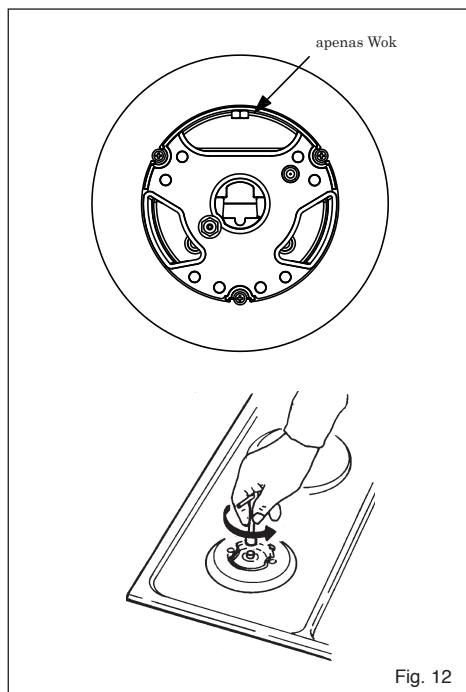

Fig. 12
Adaptação a diversos tipos de gás (Fig. 12)
- substitua os bicos (Fig.12) com outros próprios ao tipo de gás que utilizar (veja a tabela relativa às “Características das peças a utilizar”;